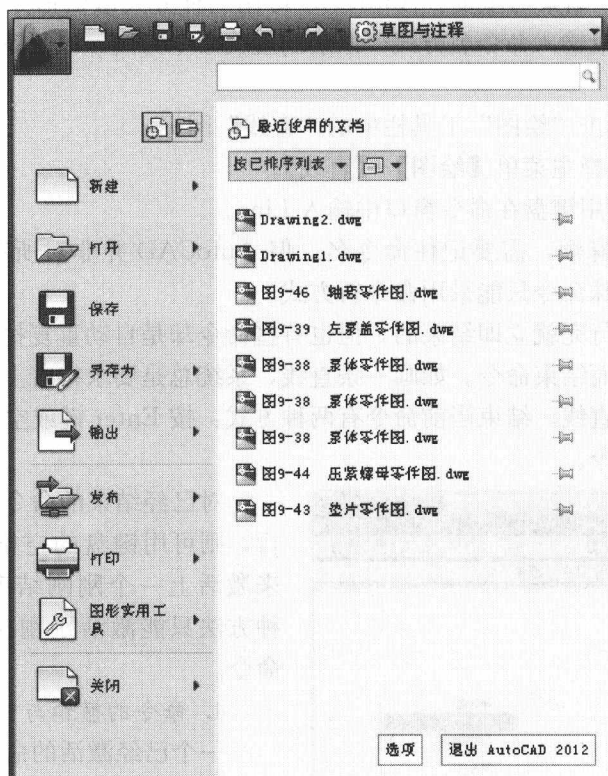

图 1-4 菜单浏览器
(5) 光标。AutoCAD 有十字和 I 字两种光标。十字光标因其形状与十字相似而得名, 十字光标中十字线的交点为光标的当前位置, 可以精确地确定某一个点, 在 AutoCAD 中, 十字光标用于绘图和选择对象等操作。I 字光标与英文字母 I 相似, 仅用于文字的输入, 当执行“文字”命令时, 光标出现在文本框内。在命令窗口内, AutoCAD 的光标也为 I 字光标, 用于输入命令名称及其参数。
(6) 坐标系图标。坐标系图标的初始位置位于绘图窗口的左下角, 表示当前绘图所使用坐标系的形式及坐标方向。坐标系图标中 XY 坐标的交点为系统默认的坐标原点。
(7) 命令窗口。命令窗口位于工作界面的下方, 用于接收从键盘输入的命令和显示 AutoCAD 的提示信息。在默认状态下, AutoCAD 在命令窗口保留三行最后执行的命令或提示信息。用户也可以通过拖动窗口边框的方式改变命令窗口的大小, 以改变显示信息的行数。
(8) 状态栏。状态栏位于工作界面的最下方, 用于显示或设置当前的绘图状态和精确绘图的工具, 其中左侧的一组数字反映当前光标的坐标。
(9) 菜单浏览器。菜单浏览器图标位于工作界面的左上角, 单击菜单浏览器, AutoCAD 会将浏览器展开, 如图 1-4 所示。用户可通过菜单浏览器执行相应的操作。